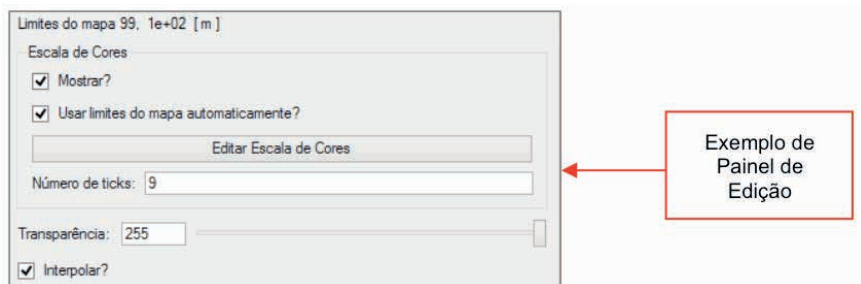

Figura 2.144 Opção Mapas - Painel de Edição de Mapas.
b) Painel de Edição, que permite modificar características do mapa como cor (vetor, malha, plumas etc.), tipo de escala, limites mínimo e máximo da escala, valor de corte, número de *ticks*, transparência do mapa, e a opção de visualizar o mapa com ou sem interpolação. Estas opções ficam disponíveis quando se escolhe a visualização de um mapa específico (Figura 2.144).